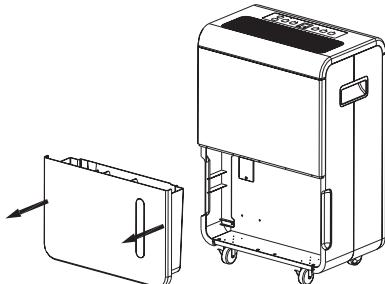

Рис. 4
- Возьмите за ручку и дно бака, чтобы поднять его (рис. 4).